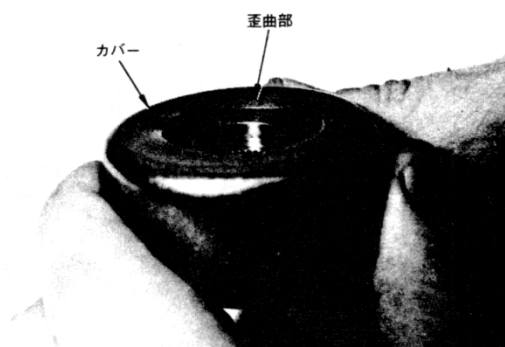

図5-1 カバー損傷図
2. カバーに図5-1のように損傷又は歪曲がある場合は交換をする。これらの原因は主に手荒な扱いによって生じる。